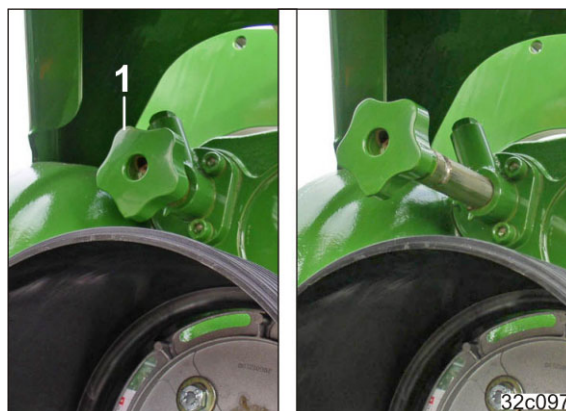

図 32
- シフトレバー ( 図 32/1 ) でギアを2速ギアボックスに切り替え